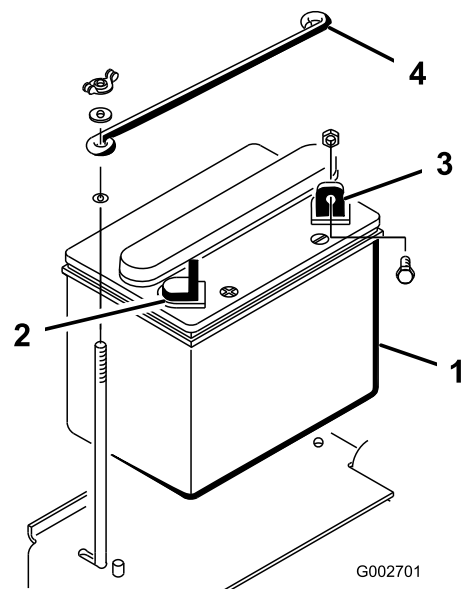

Figura 5
1. Coloque a bateria no lugar, com o terminal negativo voltado para a parte de trás da máquina (Figura 5).